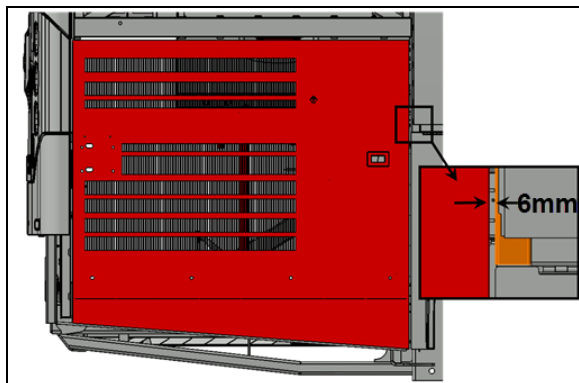

FIGURE 114:
5. Vérifier le jeu entre la porte et l'aile arrière au niveau du bras supérieur de la porte. Le jeu devrait être $1/4''$ (6 mm) (Figure 114:).